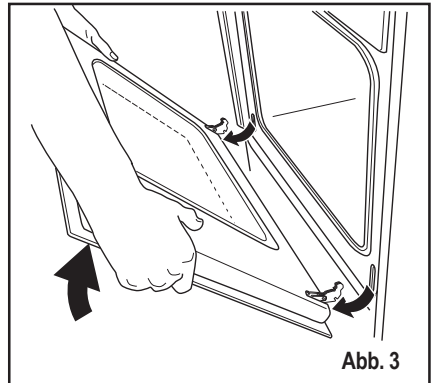

Abb. 3
4. fassen Sie die Tür an den beiden Außenkanten und schließen Sie die Tür nur ca. 45° (Abb. 3);
5. ziehen Sie die Tür nach vorne aus ihrem Sitz (Abb. 3);